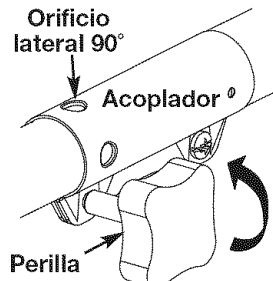
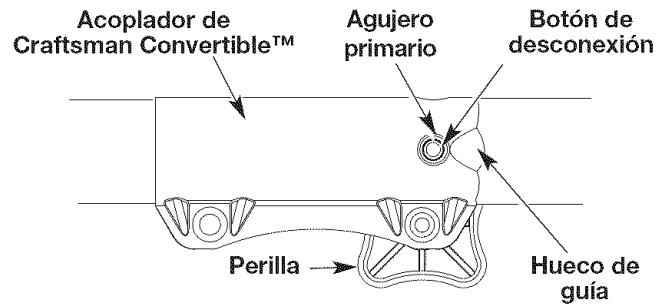

Fig. 16
Fig. 17
2. Gire la perilla en sentido antihorario para aflojarla (Fig. 16).
3. Oprima y sostenga el botón de desconexión (Fig. 17) y gírelo con firmeza 90° en cualquier dirección (según el modo en que quiere recortar el borde) (Fig. 16).
PRECAUCIÓN: Antes de operar esta unidad, cerciórese de que el botón de liberar esté completamente trabado en el agujero primario (Fig. 16), y que la perilla (Fig. 17) esté bien apretada.
3. Mientras que firmemente sostiene el accesorio, empujelo derecho en el acoplador hasta el botón liberador (Fig. 16) se encaja a presión hacia el agujero primario (Fig. 16). El agujero primario está en el lado opuesto del acoplador de la perilla (Fig. 16). La alineación del botón de desconexión con el hueco de guía facilitará la instalación (Fig. 16).
3. Oprima y sostenga el botón de desconexión (Fig. 16).